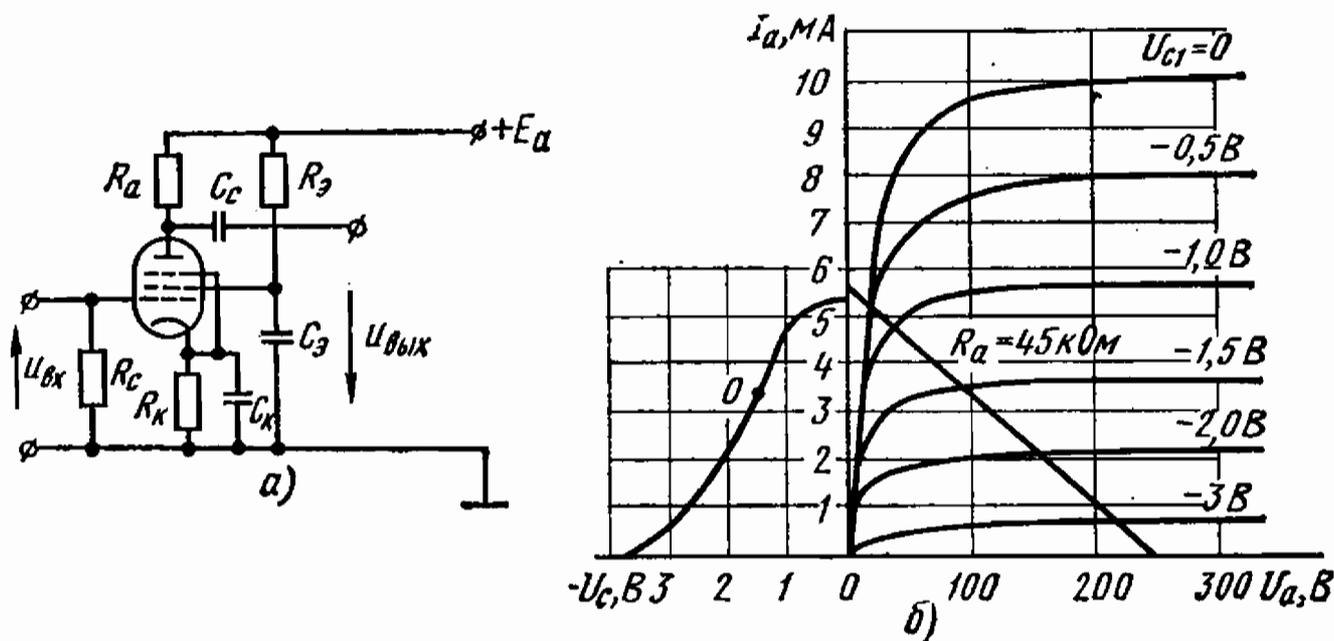

Рис. 13.20
13.20. Рассчитать параметры элементов усилительного каскада (рис. 13.20, а) на пентоде 6Ж3, анодные характеристики которого
приведены на рис. 13.20, б. Определить величину выходного напряжения, если амплитудное значение входного напряжения $U_{вх м} = 100 \text{ мВ}$, частота $f = 1 \text{ кГц}$.